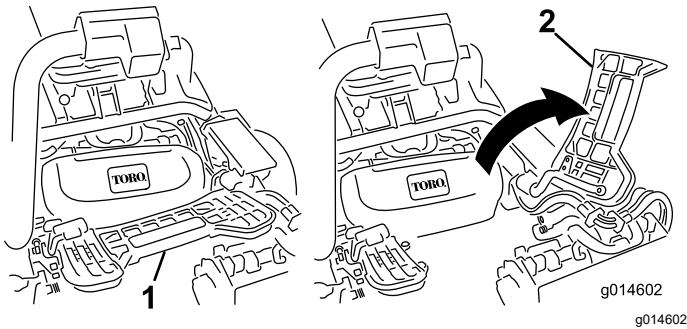

Figura 47
1. Levante o apoio do pé e abra-o, permitindo o acesso à posição central da unidade de corte (Figura 47).